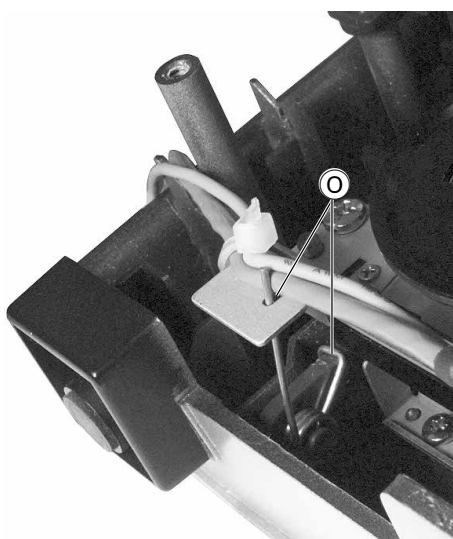

Fig. 13
- Beim Einbau darauf achten, dass die Cassettenürfeder **O** (Fig. 13) korrekt eingehängt ist und der Cassettenürhalter **28** die in Fig. 14 gezeigte Position hat.